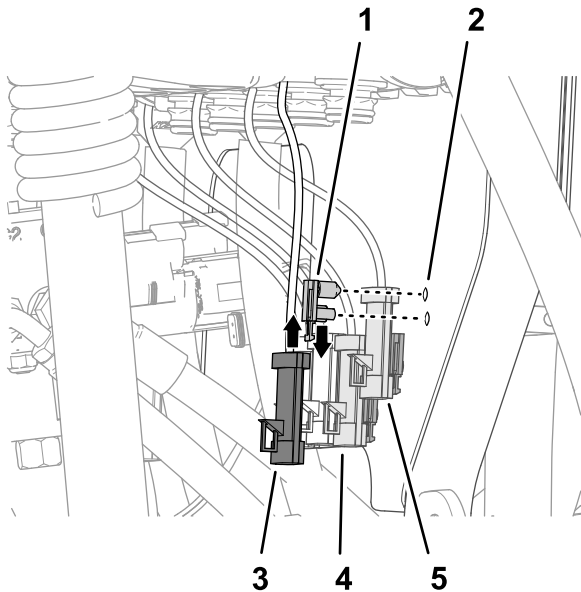

Рисунок 115
1. Вставьте вставные держатели разъемов с фиксаторами в отверстия опоры крепления клапанов (Рисунок 115).